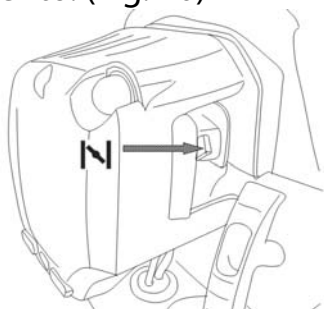

Fig. 10
- 3) Para ligar o motor a frio, mova a alavanca de estrangulamento para a posição . Para reiniciar um motor quente, deixe a alavanca de estrangulamento na posição de funcionamento. (Fig. 10)